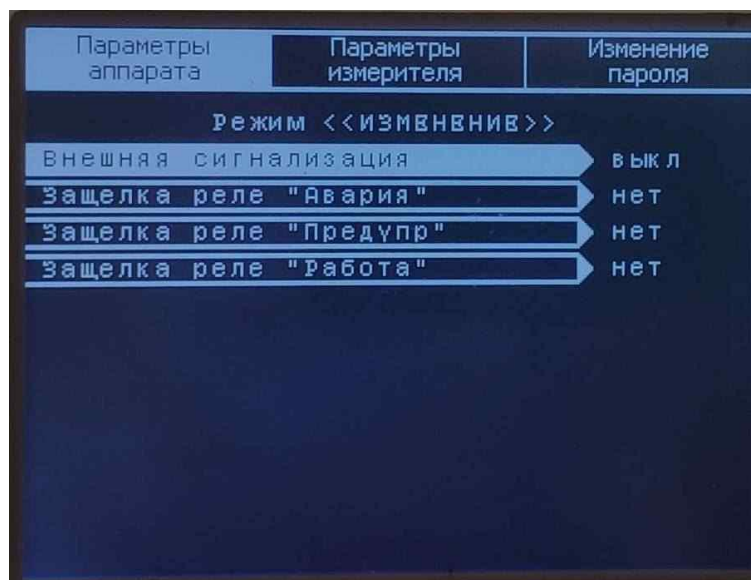

Рисунок 9 – Підрозділ «Конфігурація МС»
**2.1.2. «Конфігурація МС»** - підрозділ налаштувань реле модуля сигналізації МС (див. рисунок 9).